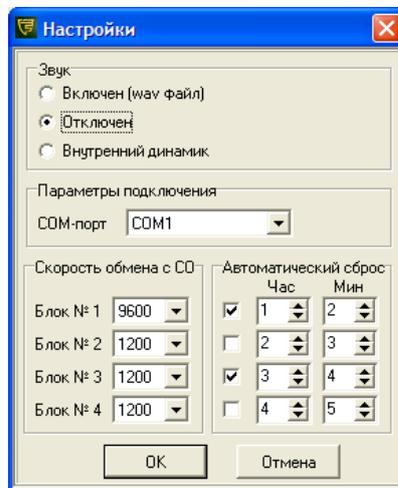

Рисунок 6.26
- «Настройки». Для настройки параметров системы установите указатель мыши на подпункт «Настройки» и нажмите левую кнопку мыши, появится окно (рисунок 6.26). В появившемся окне можно выбрать звуковой сигнал, который звучит при наличии тревоги в системе, а также номер COM-порта, к которому